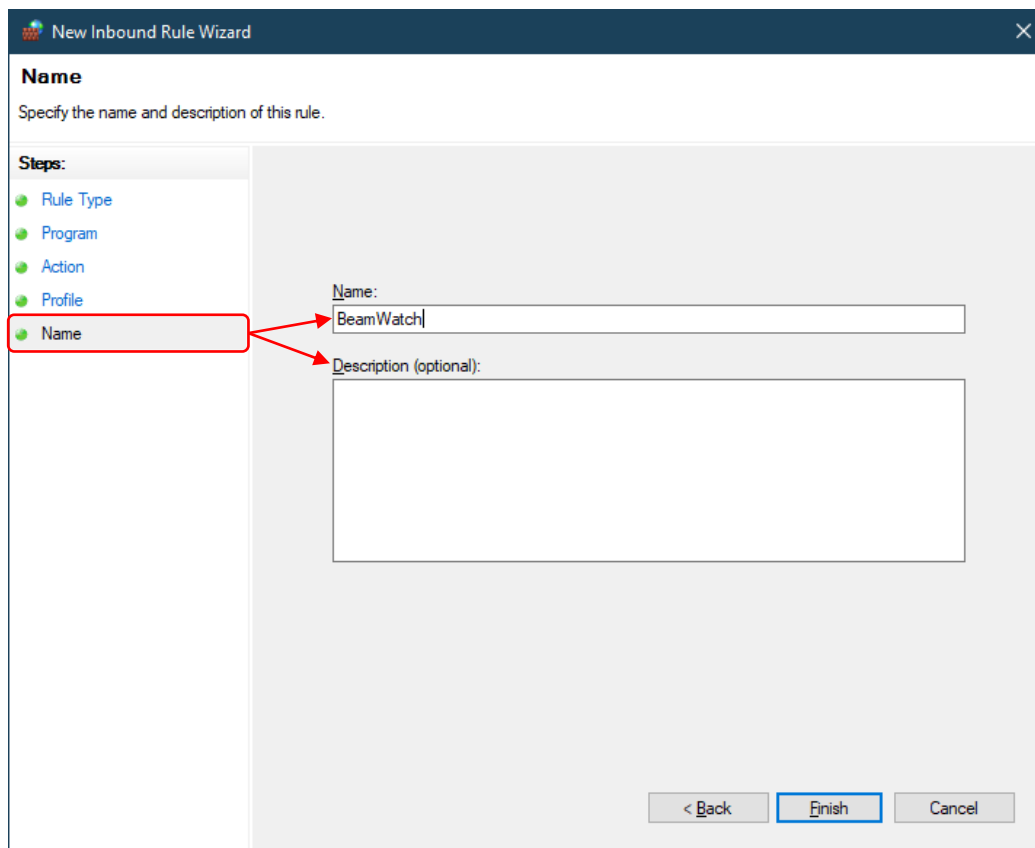

Abbildung 132: Namensseite für neue Inbound Regel
12. Geben Sie auf der Seite **Name** den Namen der Regel und – wenn erforderlich – eine Beschreibung ein (Abbildung 132).